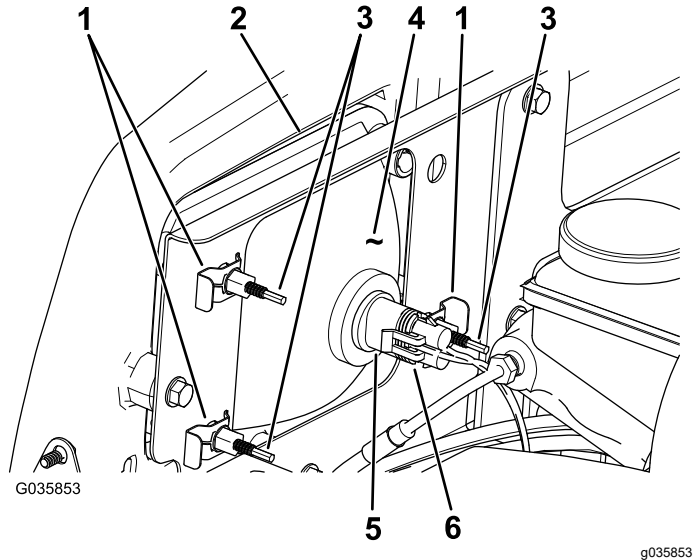

Figure 50
3. Débranchez le connecteur électrique de faisceau du connecteur du phare (Figure 50).
4. Déposez les clips rapides qui fixent le phare à son support (Figure 50).
5. Sortez le phare en le déplaçant vers l'avant à travers l'ouverture dans le pare-chocs avant (Figure 50).
6. Montez le phare neuf par l'ouverture dans le pare-chocs (Figure 50).
8. Branchez le connecteur électrique de faisceau sur le connecteur de l'ampoule (Figure 50).
2. Au dos du phare, tournez les vis de réglage (Figure 50) pour orienter le phare et aligner la position de son faisceau.